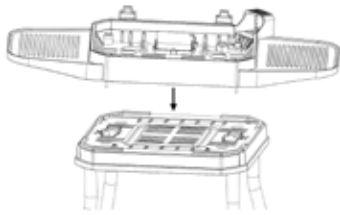

fig. 5
7. A continuación, coloque la carcasa de la parrilla [9] sobre la base de la parrilla [11] y gire los dos cierres de la parte inferior en el sentido contrario a las agujas del reloj. La carcasa de la parrilla y la base de la parrilla están ahora unidas entre sí (fig. 5, 6 y 7).